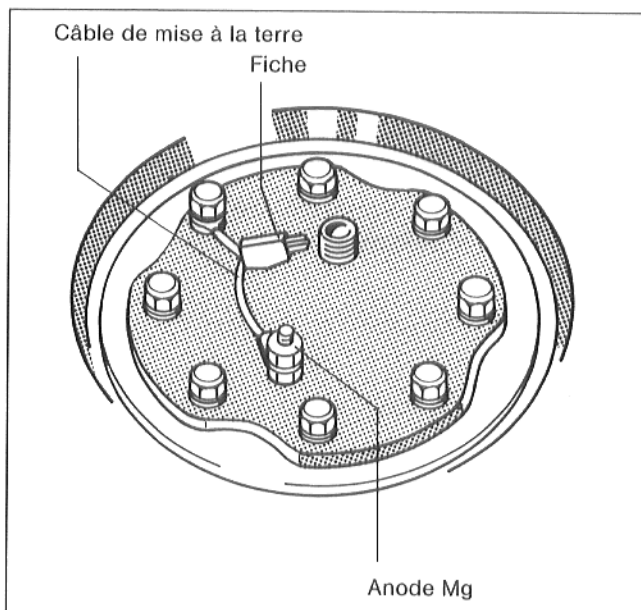

Fig. 13
- Appareil de régulation Ecomatic 4000 : retirer la fiche du câble de mise à la terre (fig. 13).